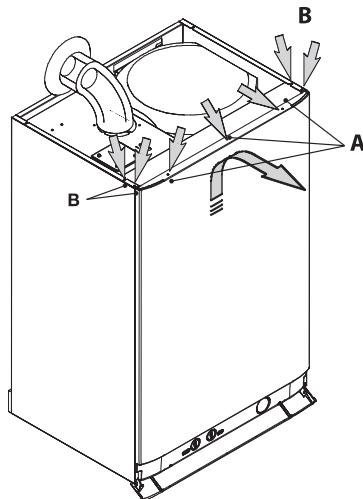

Рисунок 9.1
- Открутите винты «A». Снимите переднюю панель, подтолкнув ее вверх, чтобы высвободить из нижних крючков (Рисунок 9.1).